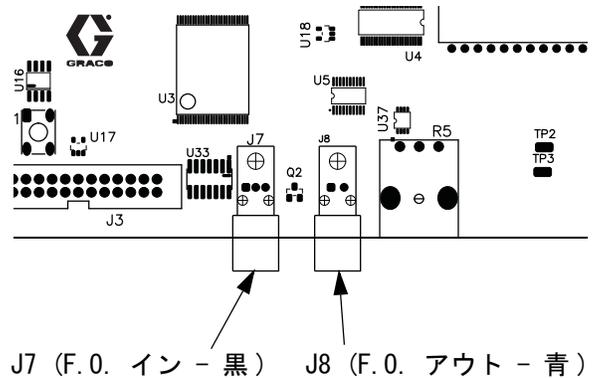

図 19 EasyKey 回路基板
- 光ファイバーケーブルの端を粘着剤が裏に塗られた四角形のタイホルダーを通します。青と黒のケーブルコネクタを、色が合致した EasyKey 回路基板のコネクタと接続します。図 19 を参照してください。底部 (約 1/4 インチ [6 mm]) に達するまでケーブルコネクタを挿入し、そして通されたケーブルコネクタを締めます。